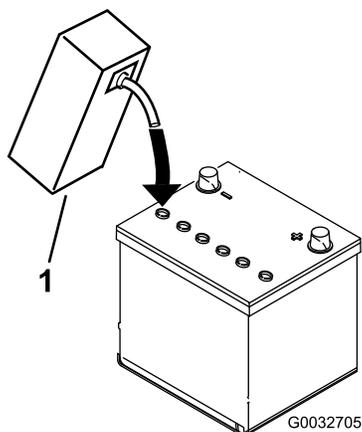

Рисунок 6
3. Осторожно заливайте электролит в каждую ячейку до уровня над пластинами примерно 6 мм (Рисунок 6).
4. Подождите примерно 20–30 минут, пока электролит не впитается в пластины. При необходимости доливайте электролит до уровня, не достигающего примерно 6 мм до низа заливного отверстия (Рисунок 6).